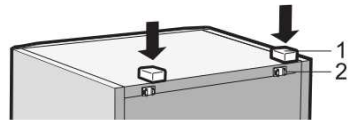

Abb. 1
- Nehmen Sie die zwei Streben (1) und setzen diese in die Führungen (2) im oberen Teil der Rückwand (**Abb. 1**) ein.